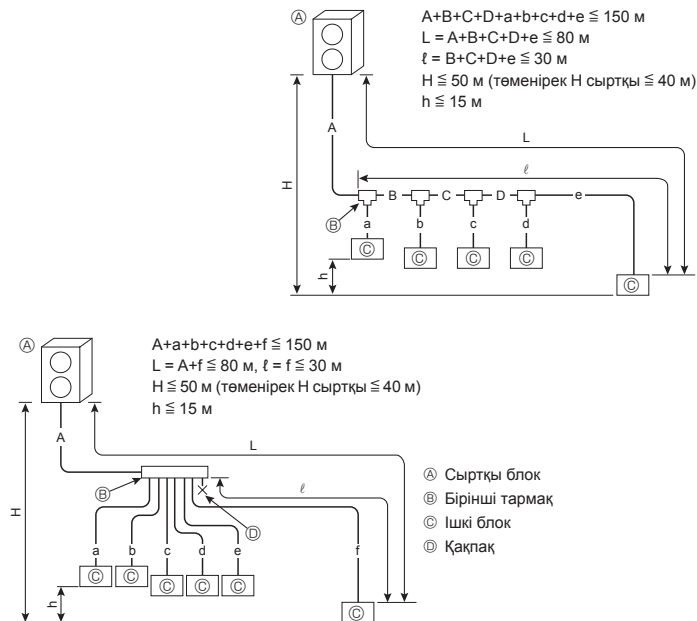

Fig. 4-1
4.1.1. Тармақтағышсыз қосу (Fig. 4-1)